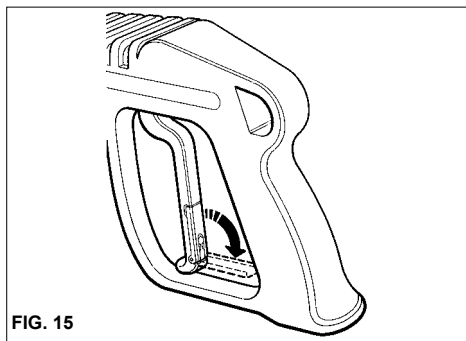

FIG. 15
- Quando l'idropulitrice non viene utilizzata chiudere il dispositivo di sicurezza dell'impugnatura (fig. 15).